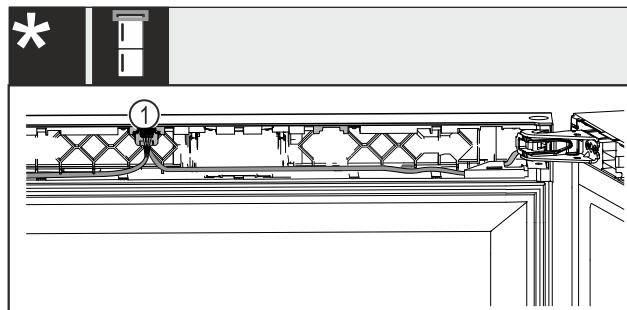

Fig. 47 Für Wein-Gefrier-Kombinationen*
- Stecker Fig. 47 (1) in die Führung einrasten.*